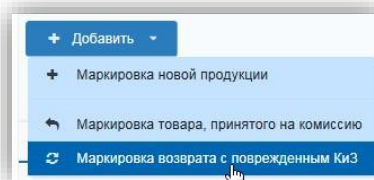

Рисунок 133 – Маркировка возврата с поврежденным КиЗ
- В выпадающем списке выберите пункт «Маркировка возврата с поврежденным КиЗ» (рис. 133).